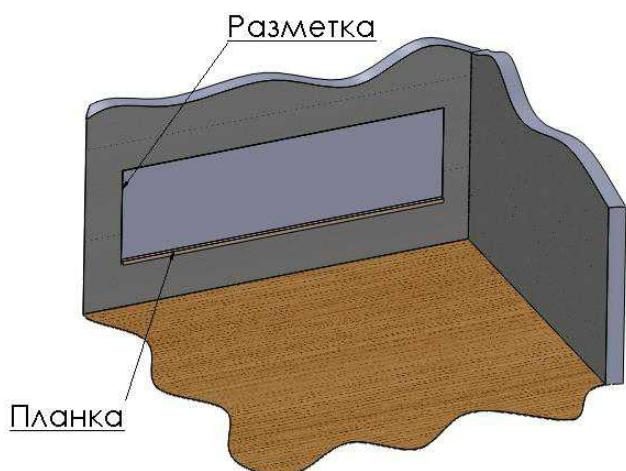

Рис. 1
2.6. Разметку мест установки панелей выполняют с помощью отвеса, метра и угольников соответственно с архитектурным решением проекта. По нижней грани разметки следует установить планку (например, деревянную) для поддержки первого уровня панелей до высыхания клеевого раствора (см. рис.1). Если облицовка панелями начинается снизу с плоскости пола, верх рейки должен совпадать с отметкой верха будущего плинтусного ряда с учетом толщины горизонтального шва.